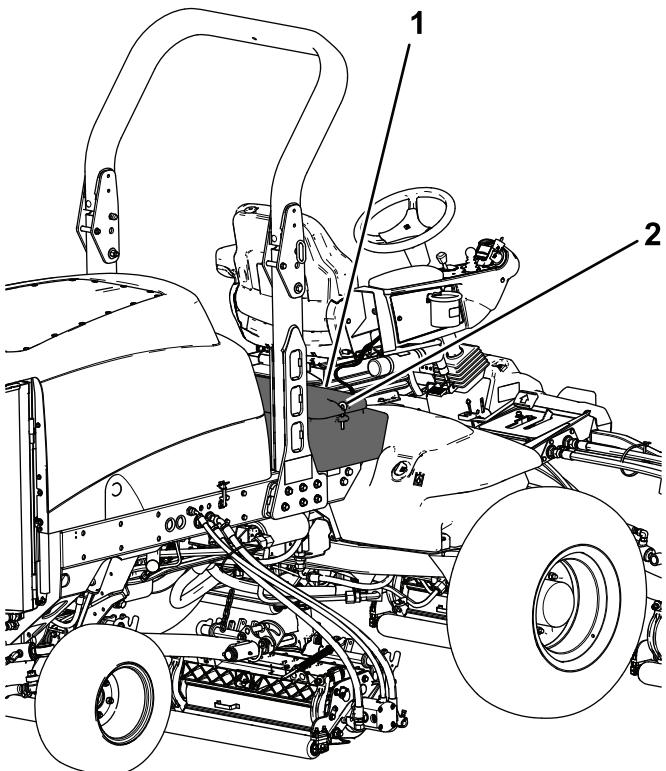

Рисунок 83
2. Откройте защелки и поднимите панель консоли оператора (Рисунок 83).